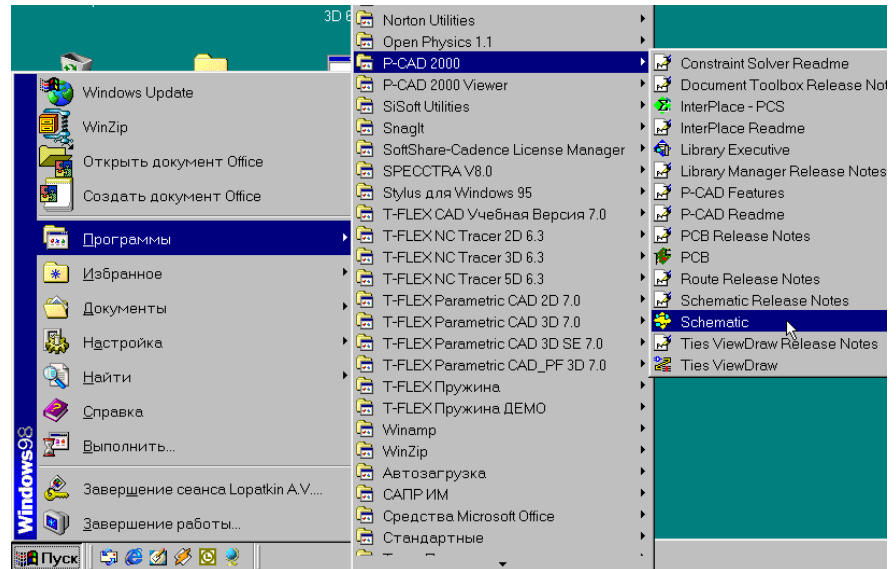

Рис. 3-1. Запуск схемного редактора
1) Нажмите кнопку **Пуск** на панели задач Windows. В появившемся меню задач Windows последовательно указывайте курсором пункты **Программы** ⇒ **P-CAD2001** ⇒ **Schematic** (рис.3-1). Щелкните левой кнопкой мыши по названию